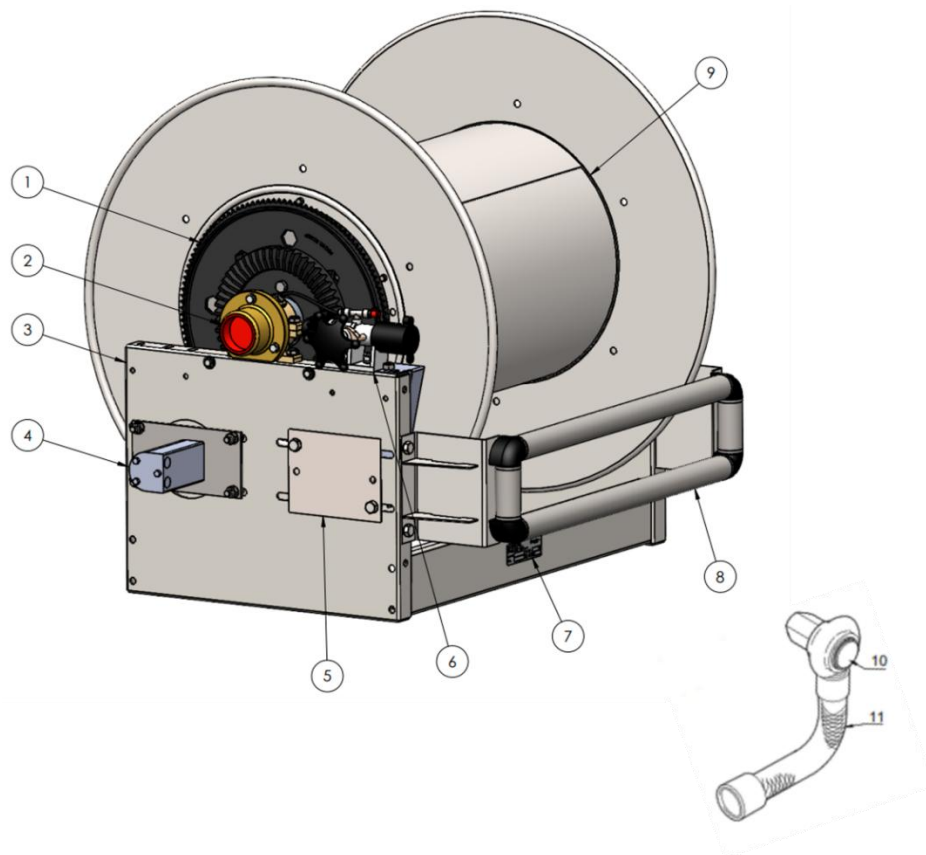

Figura 5 - Avvolgitubo con motore idraulico (Protezione della catena rimossa)
- 3.4.2.1 L'avvolgitubo di base è costituito da un gruppo tamburo posizionato centralmente e sostenuto da due cuscinetti sul telaio dell'avvolgitubo, vedi **Figura 5 - Avvolgitubo con motore idraulico**.